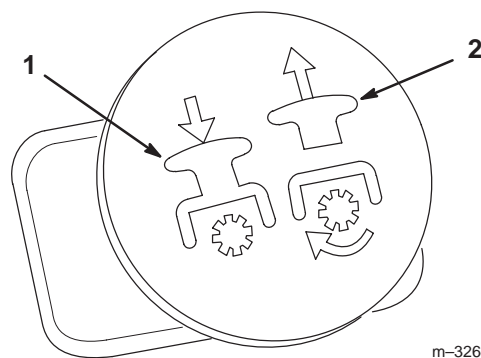

Figure 16
- Placez la commande de PdF en position En service (Fig. 16).